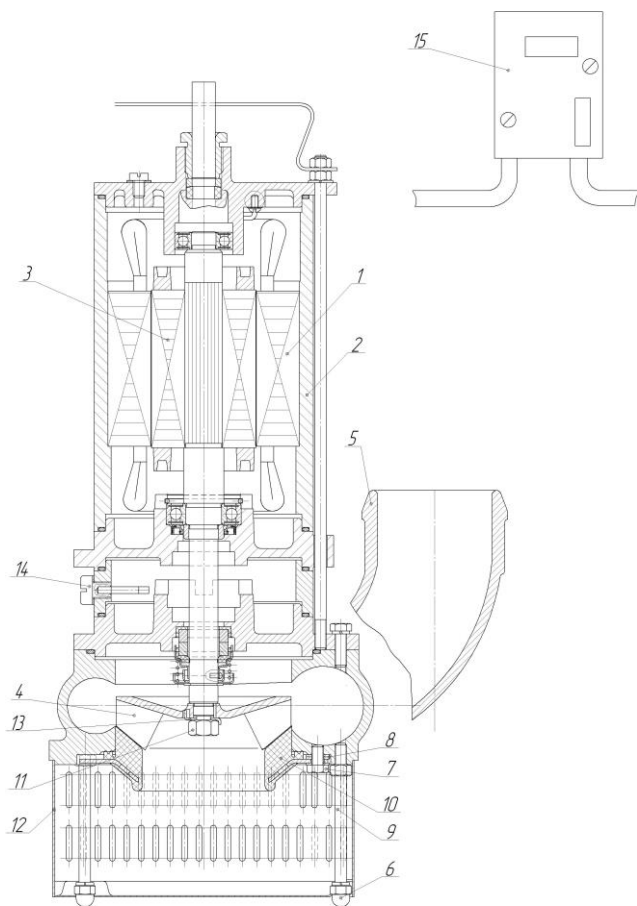

Рис. 1
4. УСТРОЙСТВО И ПРИНЦИП РАБОТЫ (Рис.1)
СТАТОР (рис. 1, поз.1) – прессованный активный пакет железа, заключенный в гильзу (поз.2).
6.3. Проверить уровень масла. Для этого необходимо открутить пробку с щупом (рис.1 поз.14) и убедиться, что уровень масла находится не ниже риски.